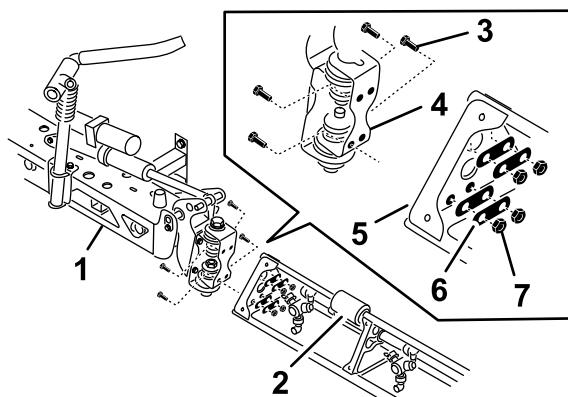

Figure 40
- Faites pivoter chaque support d'articulation au bout de la section de rampe centrale de façon à aligner les supports sur le plan vertical (Figure 40).
4. Fixez le support d'articulation à la plaque triangulaire au moyen des 4 boulons à embase, 4 plaques d'appui et 4 contre-écrous à embase (Figure 40) que vous avez retirés à l'opération (1).
6. Placez la tige du vérin de levage de la rampe en face des trous dans la fourche du support d'articulation (Figure 40).
7. Fixez la tige à la fourche du support d'articulation au moyen d'un axe de chape et d'une goupille fendue (Figure 40).